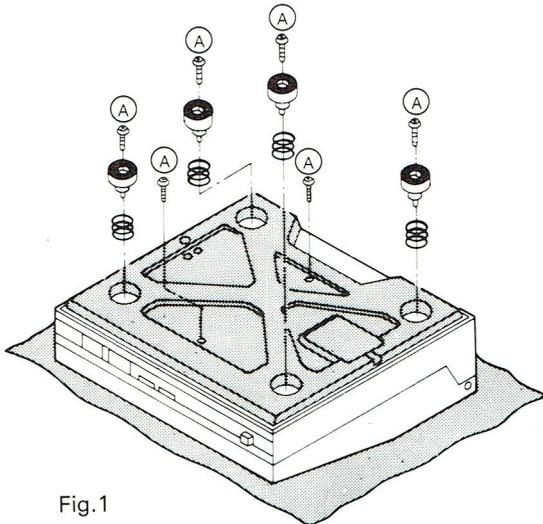

Fig. 1
1.2 Démontage du fond (Fig. 1)